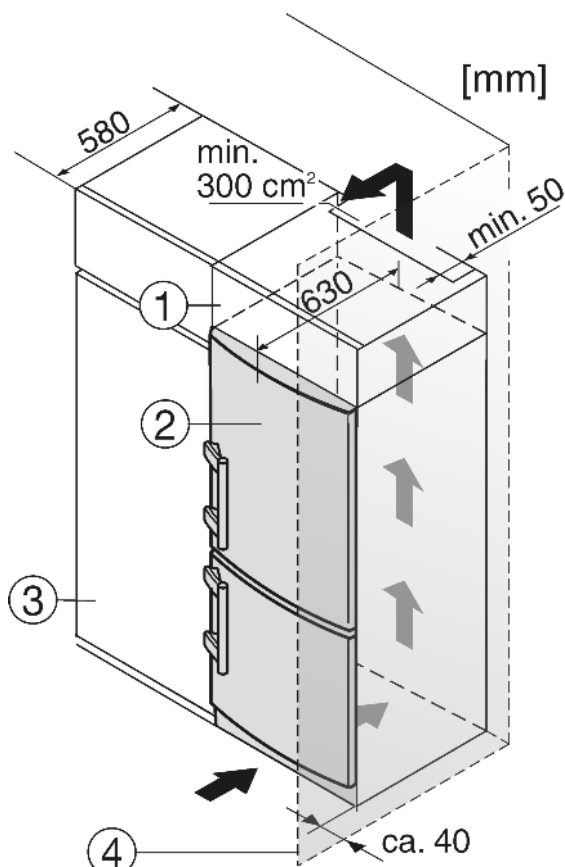

Fig. 9
(2) Устройство
(4) Стенка
Устройство может быть окружено предметами кухонной обстановки. Чтобы уравнивать устройство Fig. 9 (2) по высоте с кухонной стенкой, можно установить над устройством соответствующий дополнительный шкафчик Fig. 9 (1).
При комбинировании с обычными кухонными шкафами (глубина макс. 580 мм) устройство можно установить непосредственно рядом с кухонным шкафом Fig. 9 (3). Дверь устройства выступает по сторонам на 34 мм и по центру устройства на 50 мм относительно передней стенки кухонного шкафа. Поэтому ее можно свободно открывать и закрывать.
Если устройство установлено на шарнирах у стены Fig. 9 (4), то расстояние между устройством и стеной должно быть не менее 40 мм. Настолько выступает ручка при открытой дверце.